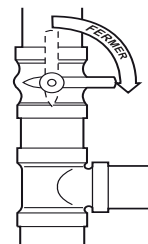

Fig. 17 – Fermer le robinet de gaz extérieur
2. Fermez le robinet de gaz extérieur. Consultez la Fig. 17.